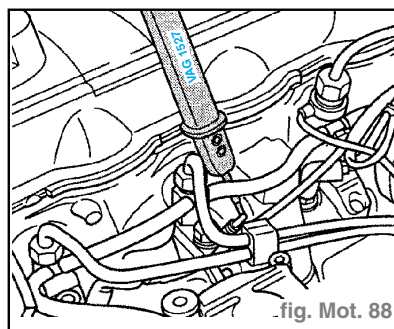

fig. Mot. 88
- A l'aide des pinces auxiliaires du jeu d'adaptateurs de métrologie, raccorder le câble de la lampe témoin à diodes à la borne positive (+) de la batterie (fig. Mot. 88).